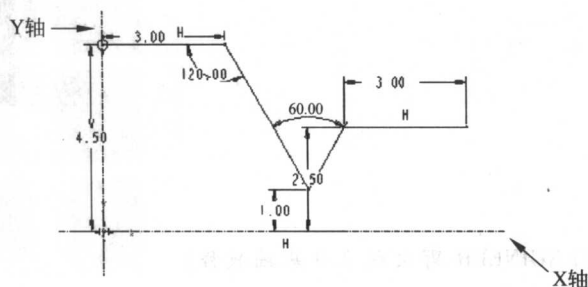

图 1-2
- (1) 选择【新建】|【零件】命令，新建一个零件模块。
- (2) 在菜单栏中选择【插入】|【模型基准】|【图形】命令。
- (3) 系统提示输入图形名称，输入“Graph1”。
- (4) 在工具栏中单击  以创建坐标轴，单击  创建 X 轴和 Y 轴。
- (5) 以直线绘制如图 1-2 所示的图像并标注尺寸。
- (6) 单击  完成操作。